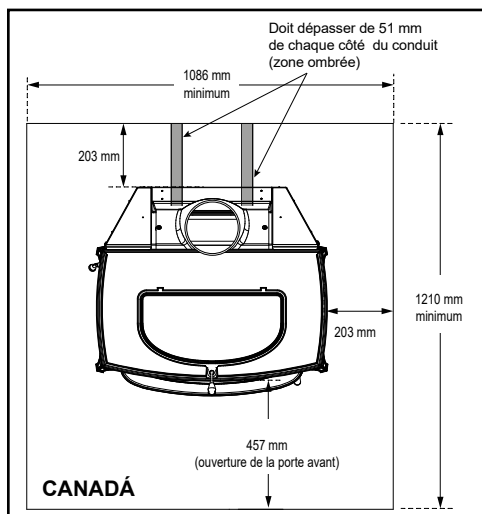

Figure 3.7
**\*EXCEPTION** : Lorsque l'évacuation est horizontale, des protections de plancher incombustibles doivent s'étendre sous le conduit et se prolonger de 51 mm (2 po) de chaque côté du conduit, Figure 3.7.